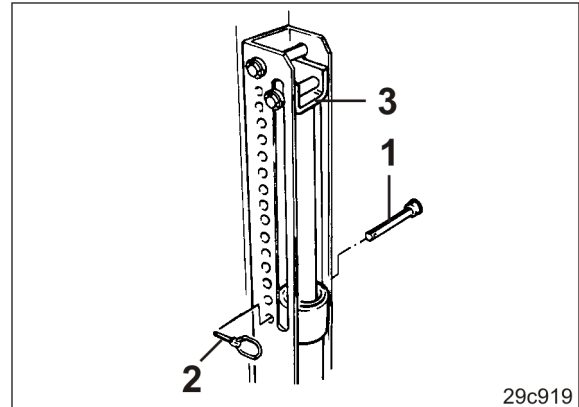

Рис. 180
3. Вставьте палец (Рис. 180/1) под упором (Рис. 180/3) в отверстие группы отверстий и зафиксируйте шплинтом с кольцом (Рис. 180/2).